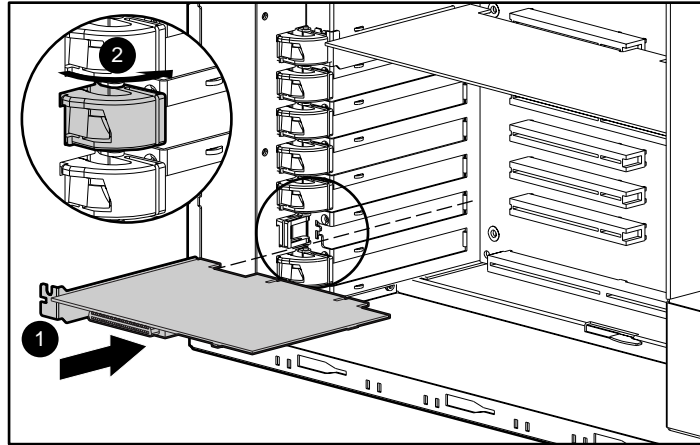

Abbildung 2-1. Installieren eines RAID LC2 Controllers in einem Compaq Server:
**HINWEIS:** Ihr Server unterscheidet sich unter Umständen von dem in Abbildung 2-1 dargestellten Modell.